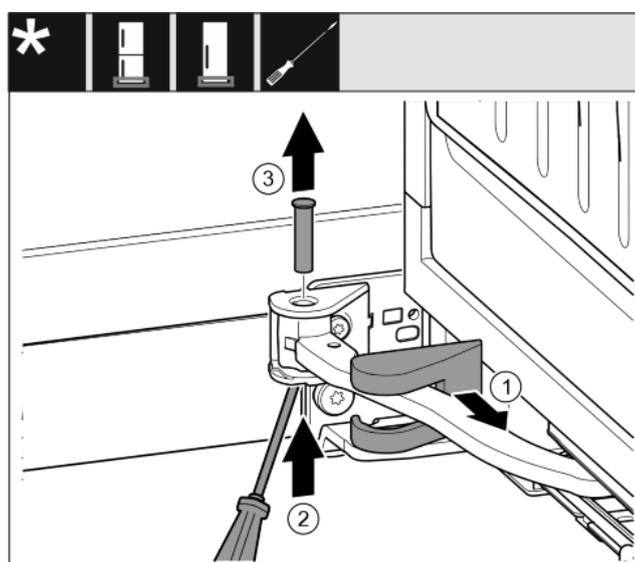

Fig. 12
- ▶ Retirer le cache du support de palier et le déplacer le long de l'articulation. Fig. 12 (1)
- ▶ Soulever par le bas le boulon avec un doigt ou un tournevis. Fig. 12 (2)
- ▶ Placer le tournevis sous la tête du boulon et le sortir. Fig. 12 (3)